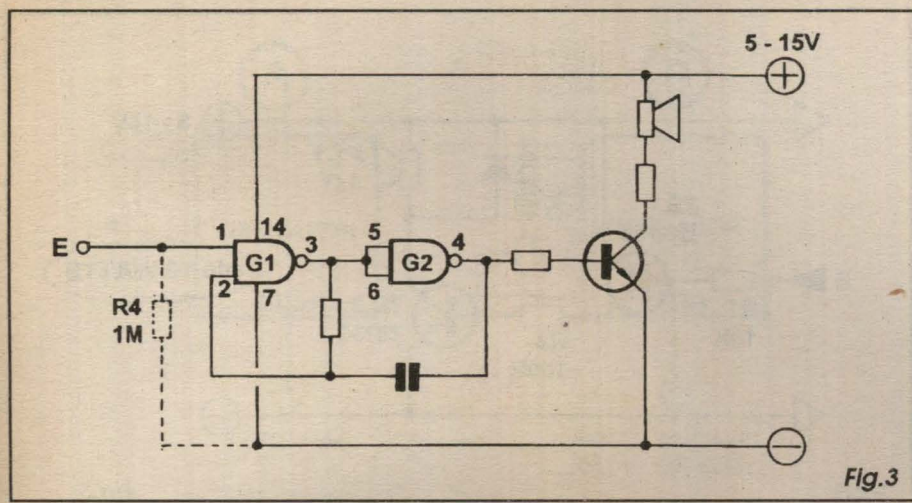
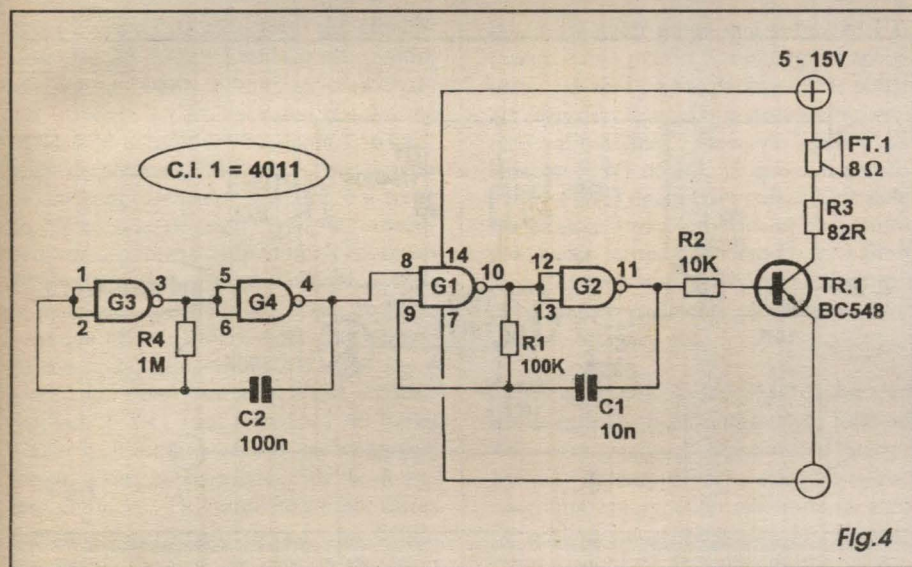

Fig.3
Fig.4
- FIG. 3 - Partindo do mesmo arranjo básico mostrado no item anterior, e com uma alteração muito simples, é possível transformar o gerador num oscilador externamente controlado, podendo então ser *gatilhado* ou modulado por um nível digital ou mesmo tensão proporcional aplicado ao terminal E... Para que o oscilador funcione, a entrada de controle E precisa receber nível digital *alto* ou seja, forte pola-
- FIG. 4 - Com um pouquinho de lógica e raciocínio, baseando-se totalmente em conceitos e configurações já estudadas no ABCDE, não é difícil partir para arranjos mais sofisticados, aproveitando (no caso do exemplo...) todos os 4 *gates* contidos num integrado 4011... A realização determina um gerador de som complexo, muito interessante. Observar que a estrutura formada por G1, G2, R1, R2, R3, C1, TR1 e FT1 é a mesma já mostrada nas FIGS. 2-3... Agora, porém, usamos também os dois *gates* sobrantes, montando um segundo *astável* (com G3, G4, R4 e C2), este oscilando (observar os valores mais elevados na rede RC...) em frequência bem mais baixa, e *modulando* radicalmente o funcionamento do *astável* considerado *principal*, através da sua entrada de *autorização* ou *gatilhamento* (rever FIG. 3...). Com os valores sugeridos para R1-C1 e R4-C2 é possível obter um som básico naturalmente agudo, interrompido ciclicamente (*bipado*...) a uma frequência fixa mais baixa (*biip...biip...biip*...). O arranjo é bastante conveniente para utilização em alarmes, avisos, etc., sempre que um som deva *chamar a atenção* dos circunstantes (um som interrompido ciclicamente é bem mais *chamativo* do que um tom contínuo...). Em eventuais experimentações, lembrar que R1-C1 determinam a frequência básica do tom gerado, enquanto que R4-C2 determinam a frequência de *interrupção* desse tom básico (o ritmo do *biip...biip*...).
do *biip...biip...* e resulta num interessante *dii...dáá...dii...dáá...*, parecido com o emitido pelas sirenes de polícias européias, ou de algumas ambulâncias utilizadas mesmo no Brasil... Nessa configuração, o oscilador de frequência mais baixa (G3, G4, R4 e C2...), ao invés de interromper e autorizar, radicalmente, de forma cíclica, o funcionamento do astável principal (G1, G2, R1, C1...), simplesmente *desloca*, num ritmo fixo, a frequência de operação do dito astável principal, isso porque os níveis *alto, baixo, alto, baixo* aplicados via resistor de 220K interferem com a própria constante de tempo originalmente oferecida por R1-C1... Para darmos *nomes* aos sons gerados pelos arranjos mostrados nas FIGS. 4 e 5, podemos dizer que no primeiro caso o tom é PULSADO e no segundo, ONDULANTE... Pelas mesmas razões já explicadas no item anterior, o arranjo ora mostrado se presta muito bem a pequenos alarmes, sinais de aviso, etc., e pode ser largamente experimentado pelo leitor/aluno...